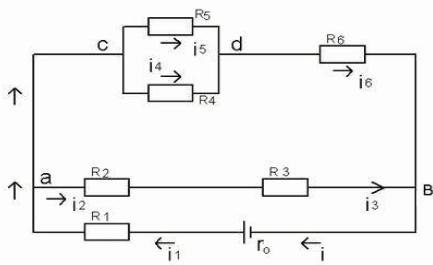

рис. 1
2. В схеме, приведенной на рис. 1, известны параметры источника и резисторов.
Напряжение  $U_{cd}$  (схема рис. 1):  $U_{cd} = I_{456} \cdot R_{45} = 1 \cdot 20 = 20 \text{ В;}$